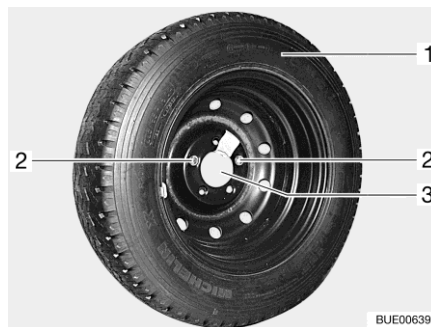

Bild 310 Ersatzrad-Halterung in der Heckgarage
- Die beiden Befestigungsschrauben (Bild 310,2) mit dem Bordwerkzeug herausdrehen und abnehmen.
- Das Ersatzrad (Bild 310,1) von der Halterung (Bild 310,3) abnehmen.